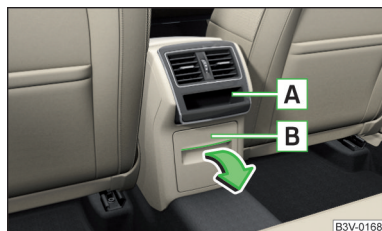

Fig. 123
În consola centrală din spate se găsesc, în funcție de echipare, un compartiment de depozitare deschis A și un compartiment de depozitare cu închidere B » fig. 123.
- Pentru **deschiderea** compartimentului de depozitare B, trageți de partea superioară a adânciturii și deschideți compartimentul în sensul săgeții » fig. 123.